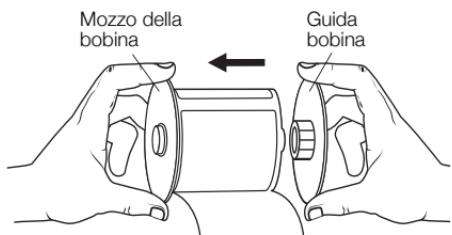

Figura 33
- 4 Mentre si afferra il mozzo della bobina con la mano sinistra, inserire il rotolo di etichette sul mozzo in modo che le etichette siano prelevate dal basso, facendo attenzione ad allineare perfettamente il rotolo con il lato della bobina. Vedere la Figura 33.